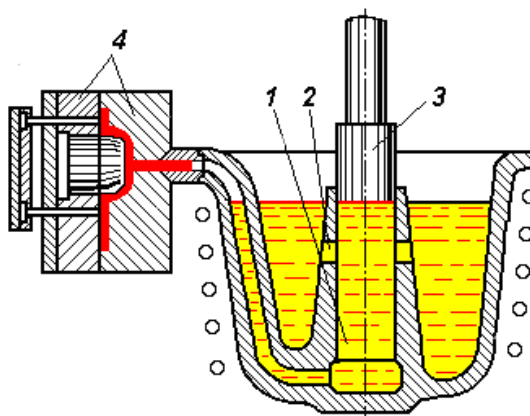

Рис. 2.10. *Машина для литья под давлением с горячей вертикальной камерой прессования*
3. *Машины с горячей вертикальной камерой прессования* (рис. 2.10).